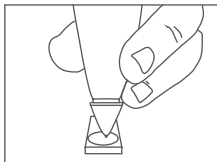

Fig. 1.13
6. Pour commencer l'étalonnage, appuyez délicatement la pointe de la sonde sur le disque d'étalonnage de façon perpendiculaire, tel qu'illustré dans la **Fig. 1.13**. Veillez à ce que la pointe de la sonde reste toujours appuyée pendant ce processus afin d'avoir une pression constante sur la pointe.